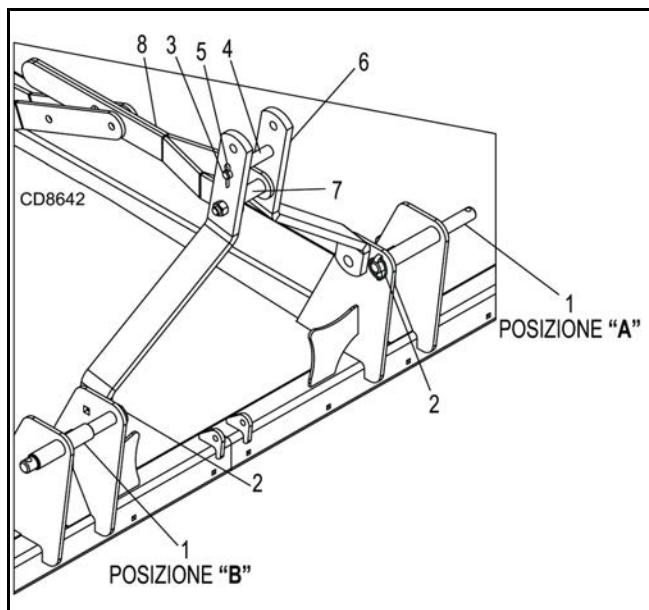

Figura 3. Collegamento dell'attacco standard e rapido del DS10.40E
2. Inserire i perni di attacco inferiori (1) nella Posizione B, Figura 3, attraverso le piastre montanti e i bracci di sollevamento inferiori del trattore.
3. Serrare con i perni con anello (2).
4. Collegare la biella superiore del trattore al telaio ad A della falciatrice usando i fori centrali e un perno da 19 mm (3/4 in) (3), un manicotto con diametro esterno di 25,4 mm (1 in), una coppiglia (5) e un perno con anello da 6,4 mm (1/4 in) (6).
2. Inserire i perni di attacco inferiori (1) nella Posizione A, Figura 3.
4. Collegare la biella superiore del trattore al telaio ad A della falciatrice usando i fori superiori e un perno da 19 mm (3/4 in) (3), un manicotto con diametro esterno di 31,8 mm (1-1/4 in) (non mostrato), una coppiglia (5) e un perno con anello da 6,4 mm (1/4 in) (6).
1. Inserire i perni di attacco inferiori (1) nella Posizione A, Figura 3.
2. Il gancio superiore sull'attacco rapido innesterà il manicotto da 31,8 mm (1-1/4 in) (7) tra le bielle d'arresto (8), come mostrato per la Categoria 2. Le bielle d'arresto e il manicotto dovranno essere spostati in alto fino al foro centrale del telaio ad A per la Categoria 3.